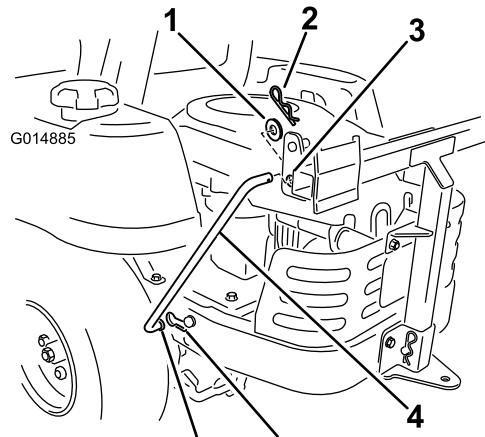

Figure 14
5. Montez deux tiges de support de chaque côté du cadre du collecteur. Localisez l'encoche existante dans le cadre de la machine et placez-y l'extrémité coudée et évasée de la tige (Figure 14). Déplacez la tige en arrière pour l'engager dans le cadre.
6. Insérez les extrémités coudées de la tige dans le cadre du collecteur, comme illustré à la Figure 14. Fixez